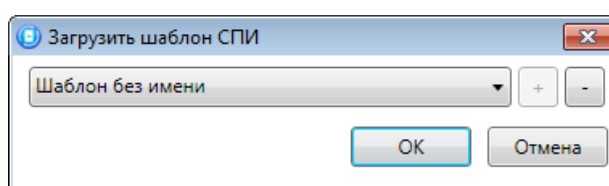

Рисунок 4.46 — Окно *Загрузить шаблон SPI*
- *Загрузить шаблон настроек:* открытие окна *Загрузить шаблон SPI* (см. рисунок 4.46), с помощью которого может быть сконфигурирован контроллер по предварительно созданному шаблону. Для того чтобы применить шаблон, выберите его в списке и нажмите кнопку *OK*. Для того чтобы удалить один из сохраненных шаблонов, выберите его в списке и нажмите кнопку .